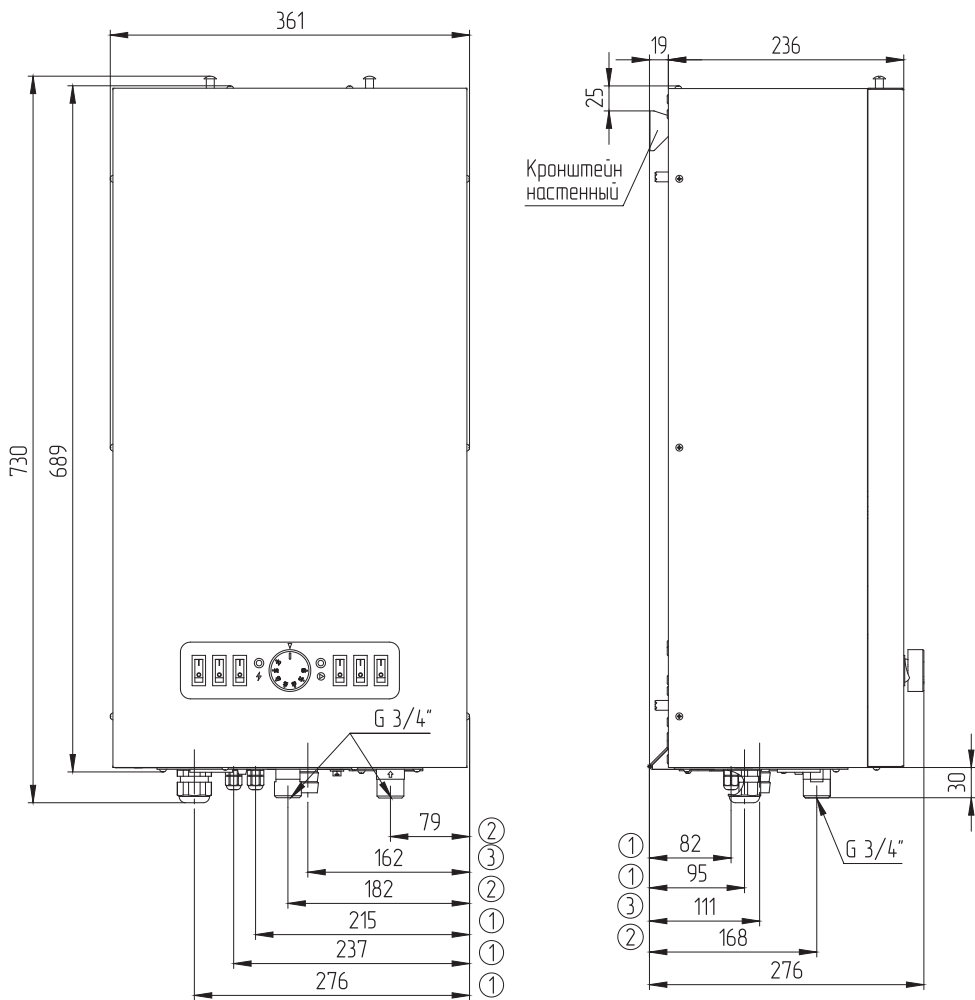

Рис. 14 Габаритные и присоединительные размеры
- Подсоединить котел к системе отопления. Габаритные и присоединительные размеры котлов указаны на **Рис. 14**;